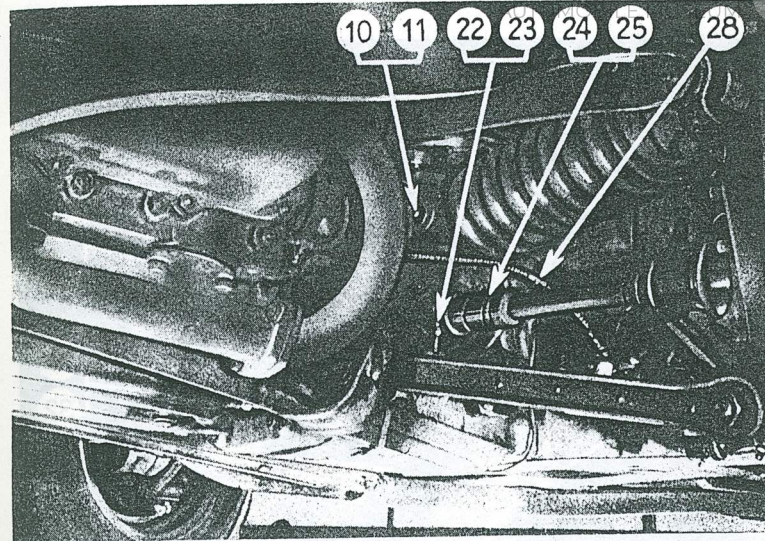

Fig. 23
- graisseurs n° 10 et 11 Axes de ressort (fig. 23)
- n° 22 et 23 Croisillons des joints de cardan (fig. 23)
- n° 24 et 25 Coulisses des joints de cardan (fig. 23)
- n° 28 Câble de débrayage (fig. 23)